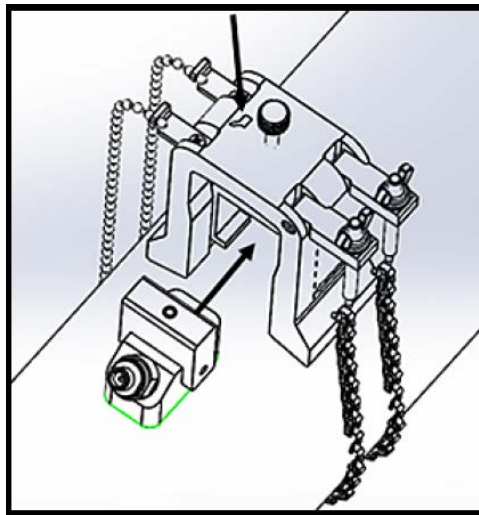

图 41: 将换能器插入轭架
8. 拧松轭架螺丝。在换能器正面涂上耦合剂，将其插入轭架，如下面的 图 41 所示。